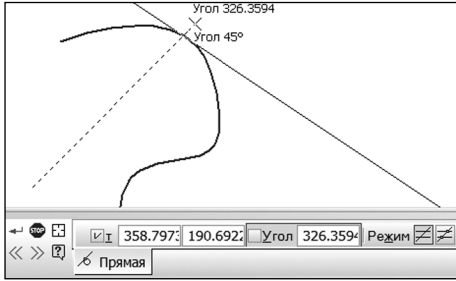

Рис. 10.11. Команда «Касательная прямая через точку на кривой»
- Кнопка **Касательная прямая через точку на кривой**  предназначена для построения касательных прямых (касательно к кривой) с возможностью строить или не строить точки на пересечениях других геометрических объектов с помощью кнопок  . Для построения касательной прямой необходимо указать кривую, от которой будет строиться эта касательная прямая. Затем нужно указать точку на экране или на панели параметров, через которую эта прямая будет проходить (рис. 10.11). Если точка не принадлежит кривой, то программа определяет проекцию этой точки на кривую и в этом месте присоединяет касательную линию.